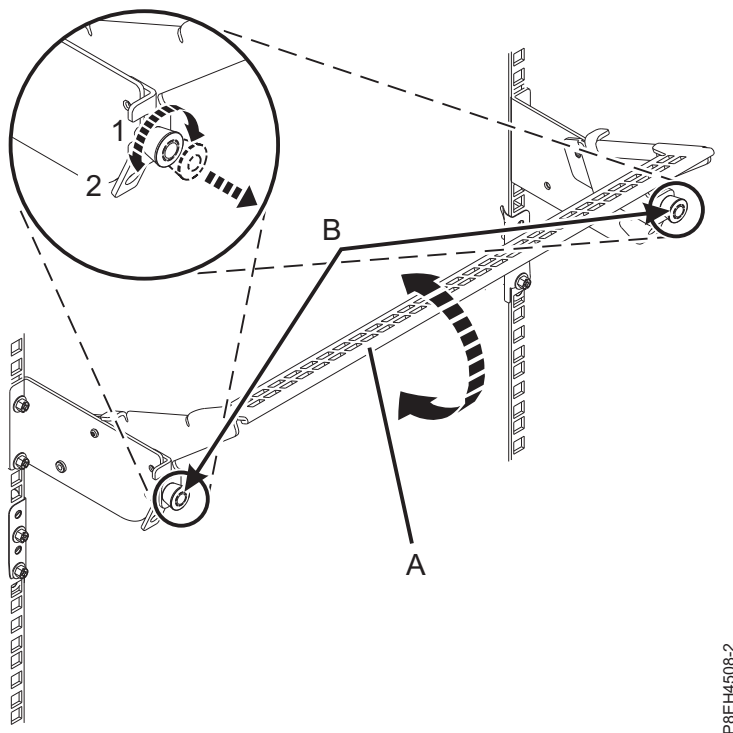

Abbildung 123. Kabelführungshalterung in Betriebsposition bringen
3. Bringen Sie die Kabelführungshalterung in die Betriebsposition. Siehe Abb. 123 auf Seite 121.